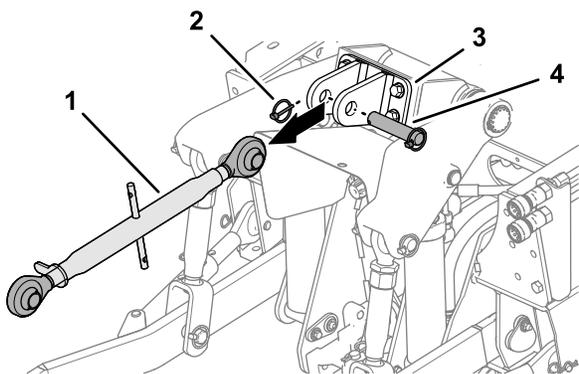

Рисунок 25
3. Извлеките шплинт с кольцом, шплинтуемый штифт и верхнюю тягу 3-точечного сцепного устройства (если они установлены) из кронштейна верхней тяги (Рисунок 25).